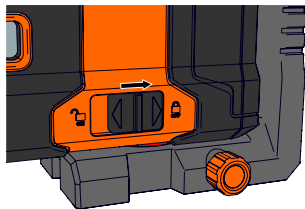

Figure 16
4. Faire glisser le compensateur de verrouillage vers la droite en position verrouillée (ÉTEINT)  pour éteindre l'appareil. (Figure 16)